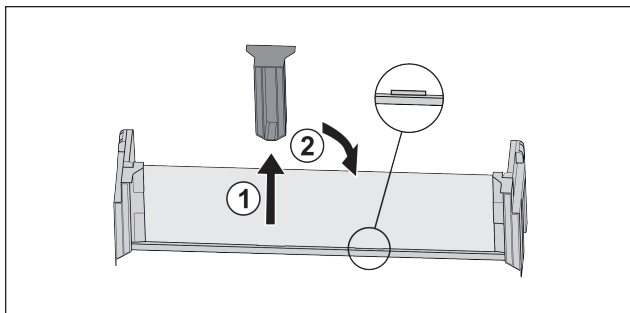

Fig. 22 \*
- ▶ Snemite sredinski držalni del Fig. 22 (1)\*
- ▶ Sredinski držalni del vstavite na drugem položaju Fig. 22 (2)\*.